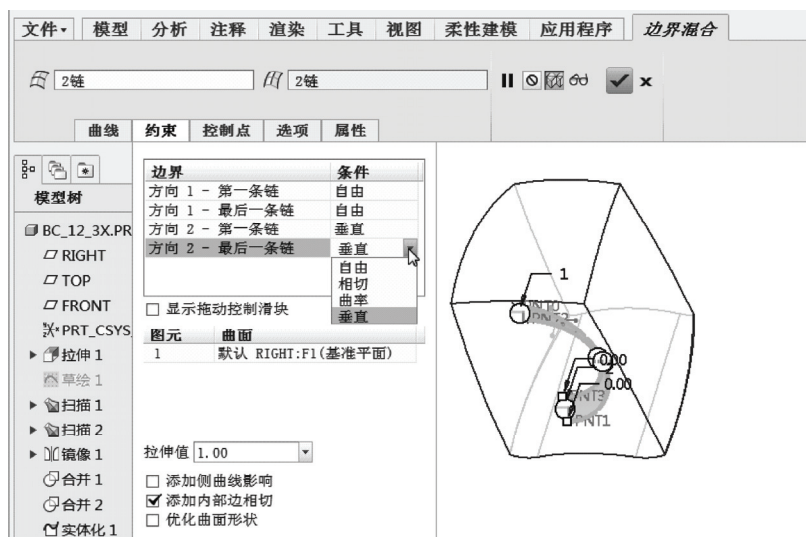

图 12-103 设置边界约束条件
4) 在“边界混合”选项卡中打开“约束”面板, 分别将“方向 2-第一条链”和“方向 2-最后一条链”的边界条件设置为“垂直”, 垂直的曲面参考均默认为 RIGHT 基准平面, 如图 12-103 所示。